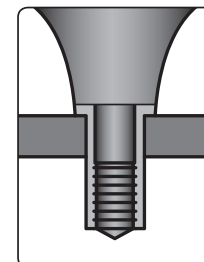

Fig. 5
5) Infilare l'inserto filettato nel foro di piazzamento (Fig. 5).